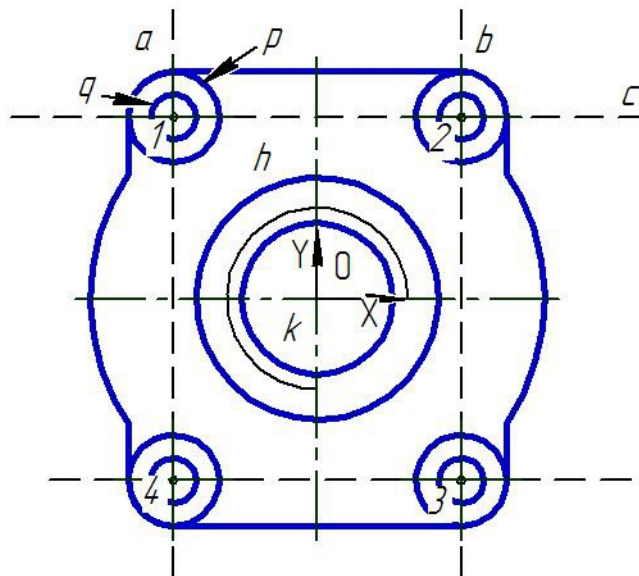

Рис. 1.51. Завершение построений «Вида сверху»
3. Постройте четыре окружности  $\varnothing 12$  мм и  $\varnothing 6$  мм в точках 1, 2, 3, 4 (рис. 1.51).